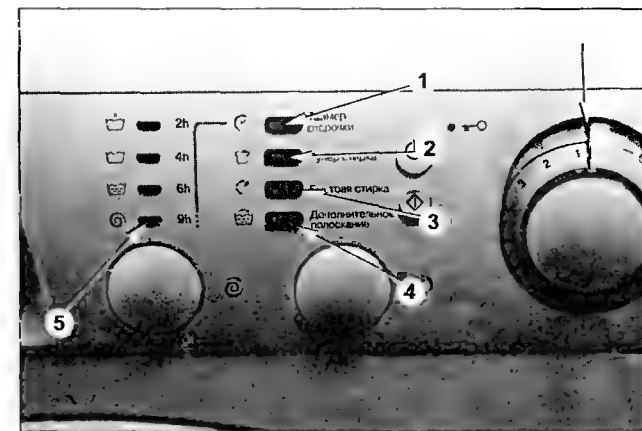

Рис. 1.11.1
- ручка селектора программ должна быть установлена в исходное положение (показано стрелкой на рис. 1.11.1) — для СМ серии «Маргарита 2000» с моторным селектором программ.
7. В СМ с моторным селектором программ его ручка вращается и останавливается в поз. 9 (рис. 1.11.1).
11. В СМ с моторным селектором программ, его ручка переводится в положение «СБРОС» или «RESET» (рис. 1.11.1).
Коды ошибок и соответствующие им возможные комбинации свечения светодиодов СМ линейки AVL приведены в табл. 1.11.1. Внешний вид передней панели этих СМ приведен на рис. 1.11.1. Цифровые обозначения индикаторов на рисунке и в таблице выделены скобками, подчерки в таблице означают отсутствие свечения индикатора.